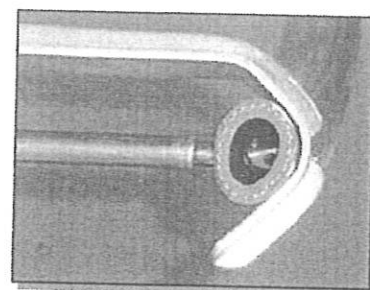

Fig.18 - Lancetta cava di aspirazione
7. Aspirazione di eventuali fluidi idraulici previo foratura con lancetta cava di aspirazione delle relative tubazioni -fig.18- (ad es. impianto servosterzo).